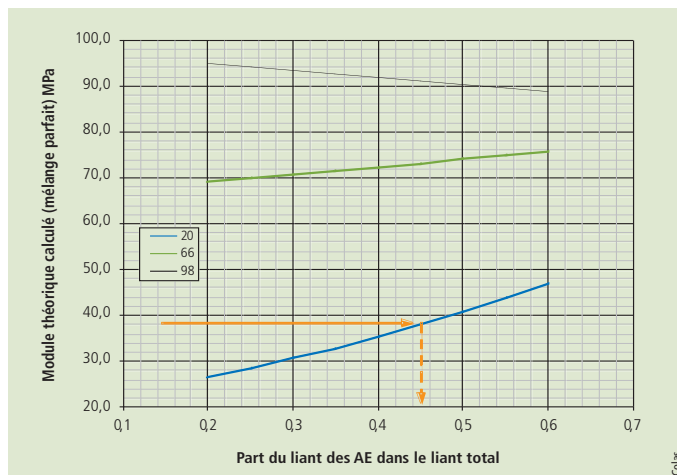

Figure 6
Les mélanges à 30 % d'AE précédents sont des compositions dans lesquelles le liant des AE ne représente que 20 % du liant total dans l'enrobé. Il est donc possible de calculer quelle valeur de module peut être attendue au maximum dans l'hypothèse d'un mélange parfait entre le liant des AE avec celui du bitume neuf d'apport. Cette évolution a été tracée sur la figure 6, pour deux valeurs arbitraires de G^* à 15 °C-10 Hz, du bitume neuf d'enrobage, respectivement 20 et 98 MPa. Elles correspondent aux valeurs mesurées sur les bitumes 50/70(2) et 10/20 précédents (tableau 3). Pour le liant issu des AE une valeur de 83 MPa a été retenue.